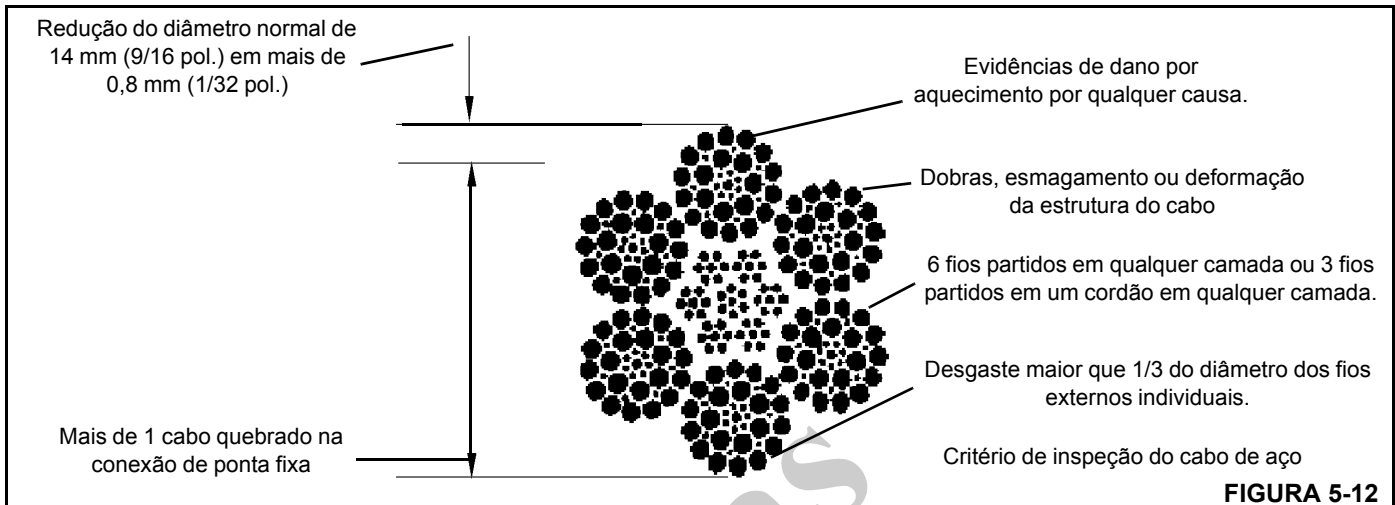

FIGURA 5-12
1. **Cabo de aço** - Verifique se está danificado, oxidado ou gasto. Mantenha um registro de cada inspeção. Substitua o cabo de aço caso detecte alguma das condições mostradas na Figura 5-12.